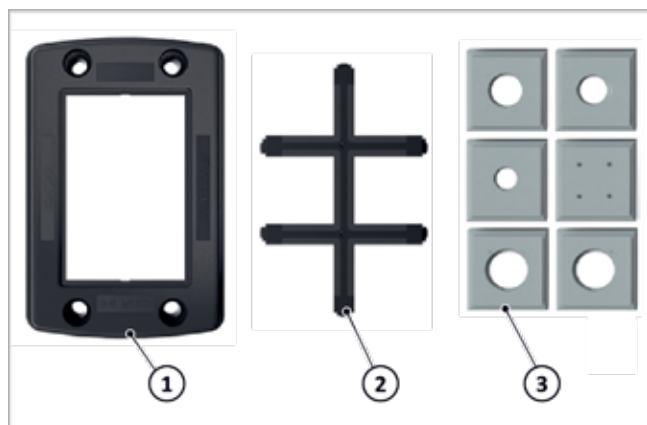

Abb. 75: Leitungsdurchführungssystem mit Ölleitung
3. Ölleitungen vom Brenner zum Filter durch den Ausschnitt (1) im Basisblech führen und anschließen. Dazu ggf. das Inlay (siehe → Abb. 75, S. 30.) herausnehmen und wieder einsetzen.